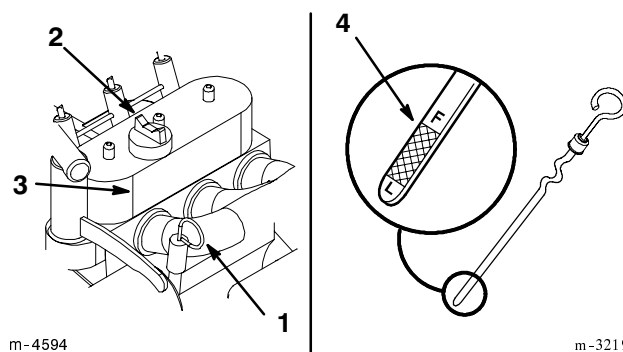

Abbildung 8
4. Den Bereich um den Ölpeilstab herum sauberwischen (Abb. 8).
5. Den Peilstab herausziehen und das Metallende sauberwischen (Abb. 8).
6. Den Peilstab vollständig ins Peilstabrohr schieben (Abb. 8).
8. Bei zu niedrigem Ölstand den Bereich um den Öleinfülldeckel herum reinigen und den Deckel abnehmen (Abb. 8).